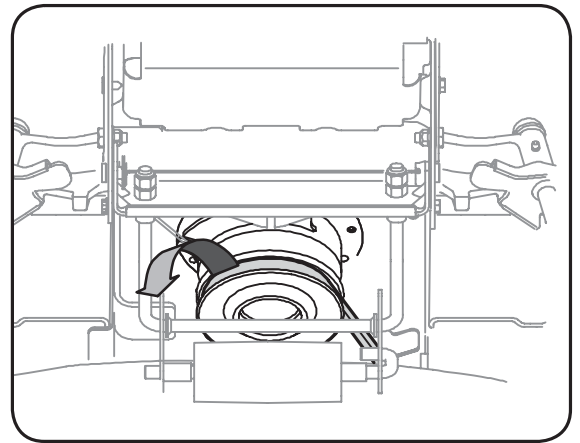

Figure 6-8
- Dégagez la courroie du plateau de coupe de toutes les poulies, y compris des poulies de tension du plateau de coupe et de l'embrayage de la prise de force électrique (le cas échéant). Voir la Figure 6-8.